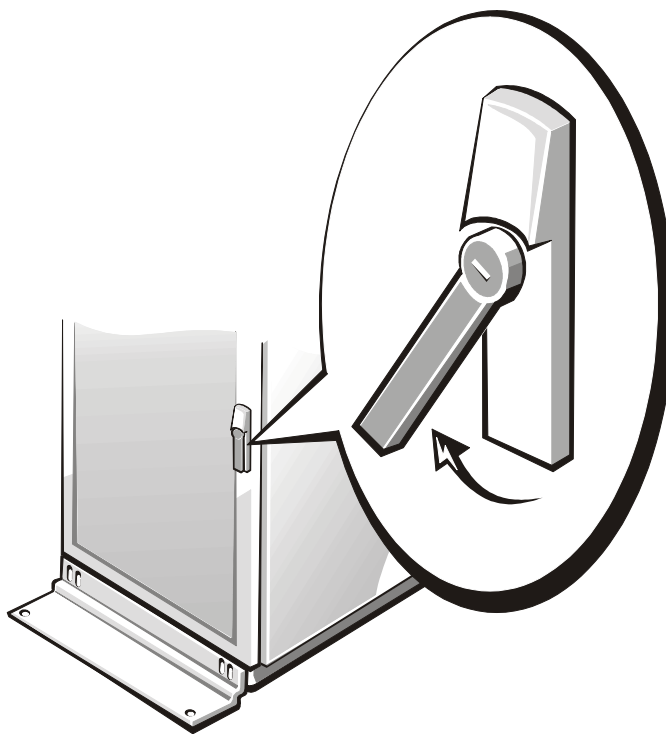

図 2-2 24U ラックキャビネット正面ドアのラッチの開放
| 図 2-2 | 24U ラックキャビネット正面ドアのラッチの開放 | 2-4 |
24U（1U は 1.75 インチ、約 4.5 cm）ラックキャビネットをお持ちの場合は、ロックを解除し、ハンドルを時計回りに回転させてドアを開きます。（図 2-2 参照）。
4. ハンドルが止まるまで反時計回りに回してドアのラッチを閉じます（図 2-2 参照）。